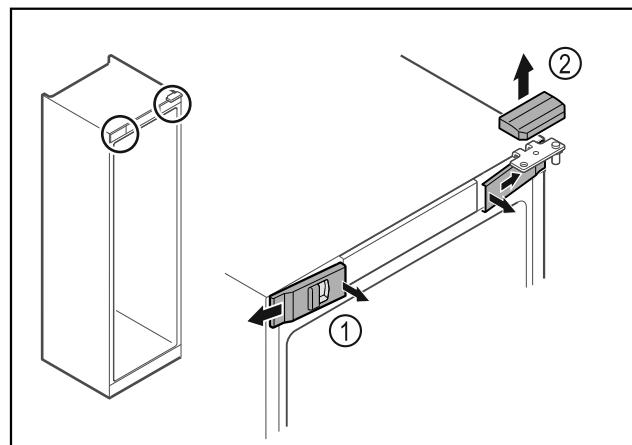

Fig. 14
- Atbrīvojet priekšējos pārsegus Fig. 14 (1) iekšpusē un noņemiet uz sāniem.
- Noņemiet augšējo pārsegu Fig. 14 (2) uz augšu.